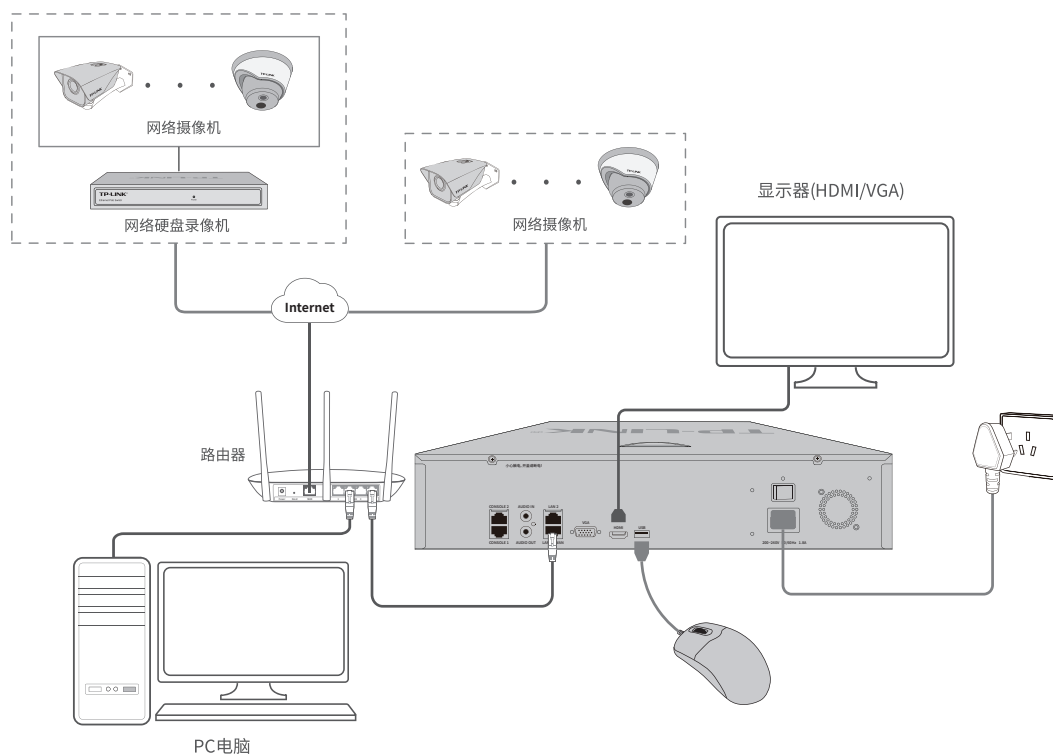
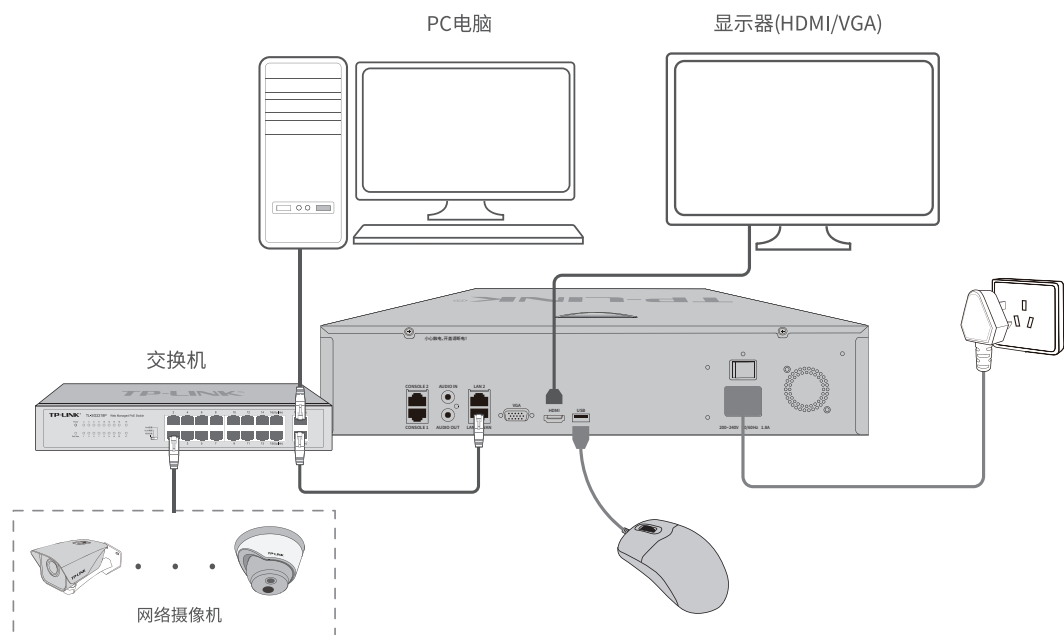

图3-6 远程监控连接示意图
图3-7 仅支持本地监控连接示意图
本机具有VMS管理、流媒体转发以及录像存储功能的一体化设备，若使用PC电脑进行远程功能配置监控设备，可参考图3-6连接设备。
若仅使用本地功能配置监控设备，可参考图3-7连接设备。
1. 确保一体机已正确连接到PC电脑、显示器、鼠标及其它设备，根据需求，选择合适的连接方式，可参考图3-6或图3-7。
1. 确保一体机的VGA或HDMI连接显示器，USB口连接鼠标连接方式，可参考图3-6或图3-7；